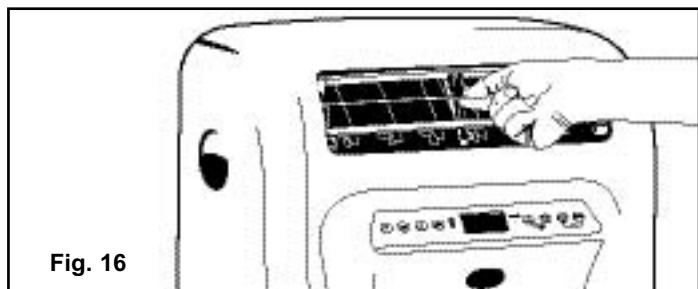

Fig. 16
6. Les lames horizontales de la grille s'ouvrent et se referment automatiquement quand l'unité est mise en service et hors de service. Pour régler la direction du débit d'air (haut / bas seulement), régler les lames du centre vers le haut ou le bas seulement. Fig 16.